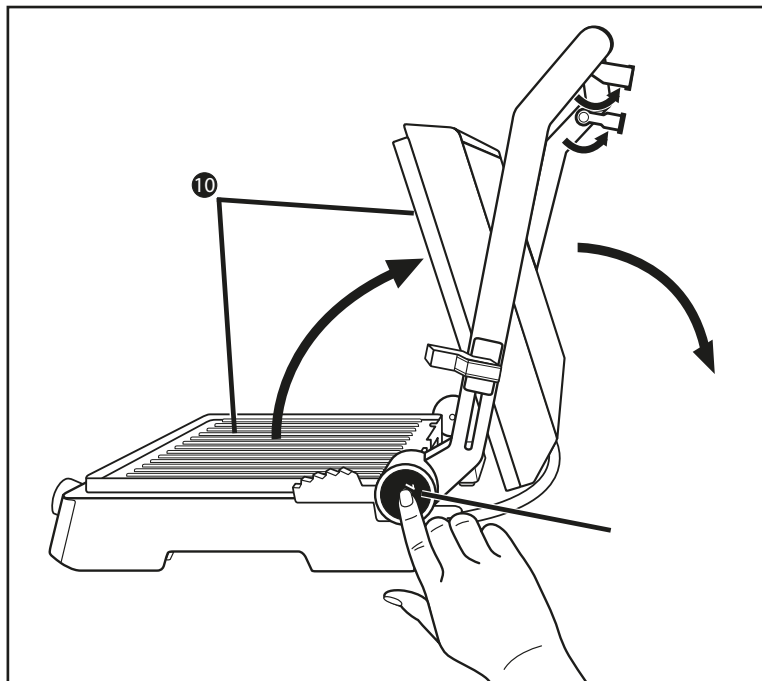

Fig. 1
- 1) Aprire i due piedini di appoggio **1** (fig.1).
- 2) Premere il tasto di sbloccaggio 180° **3** (fig.1) e aprire il coperchio dell'apparecchio in modo tale da poter utilizzare entrambe le piastre riscaldanti **10** come grill da tavolo.